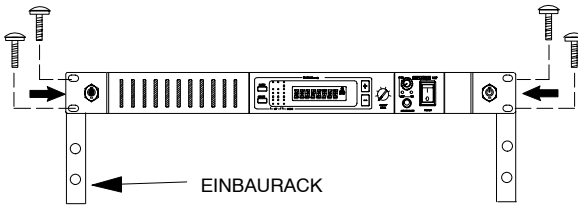

ABBILDUNG 8
- Den Empfänger in das Einbaurack schieben und mit den mitgelieferten Schrauben sichern (Abbildung 8).